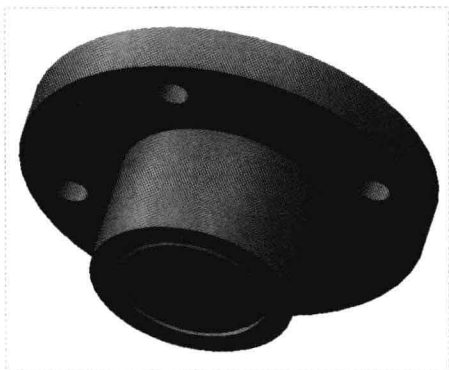

图 11-18 重合约束元件
Step 04 单击“应用并保存在特征工具中所做的所有更改，然后关闭工具对话框”按钮，即可重合约束元件，如图 11-18 所示。